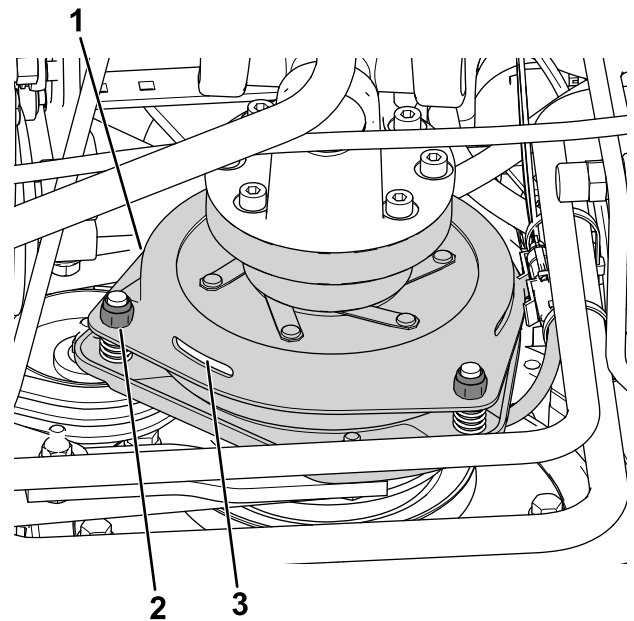

Figura 76
3. Ajuste el entrehierro hasta que pueda deslizarse una galga de 0.3 mm (0.012") entre la guarnición del embrague y la placa móvil con una ligera presión (Figura 76).
**Nota:** Puede reducir el entrehierro girando las tuercas de ajuste en sentido horario (Figura 76). El entrehierro máximo es de 0.6 mm (0.024"). Ajuste los 3 entrehierros a 0.4 mm (0.012").